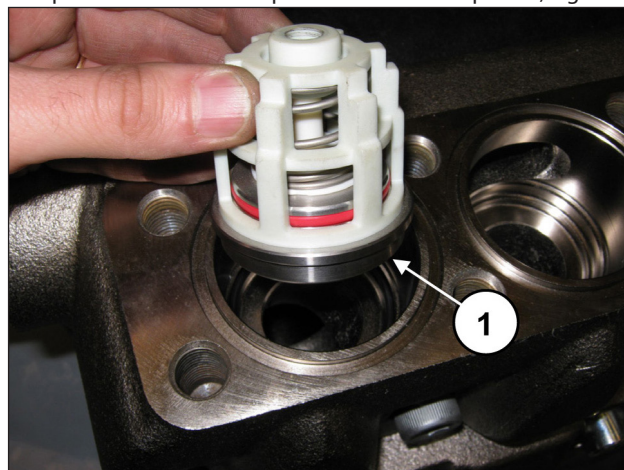

Fig. 156
Inserire il gruppo valvola di mandata (pos. ①, Fig. 156).